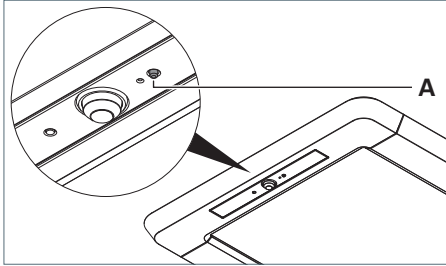
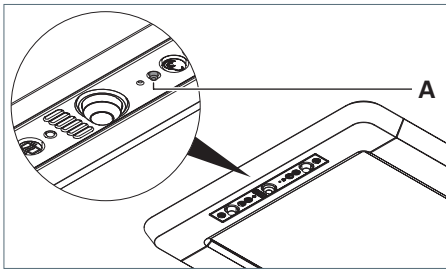

Fig. 25: Reset durchführen, Ausführung R.
Fig. 26: Reset durchführen, Ausführung RX.
- ▶ Drücken Sie die Taste **A**, halten Sie die Taste gedrückt und schließen Sie die Leuchte wieder an die Stromversorgung an, siehe Fig. 25 und siehe Fig. 26.